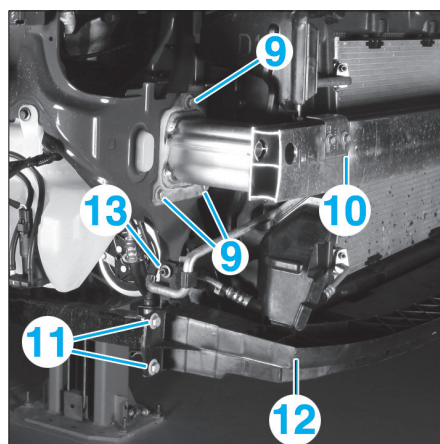

FIG. 67
- les vis (9) puis la traverse de bouclier (10) (Fig.67),
- les vis (11) puis l'absorbeur de choc inférieur (12),
- les fixations (13) des canalisations du condenseur.